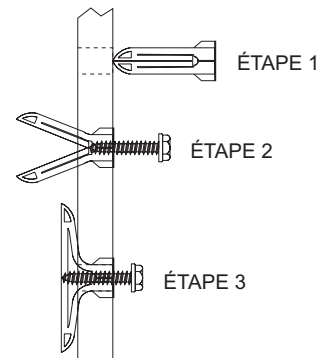

Figure 2
3. Après avoir localiser les trous de montage, percer (2) trous de 5/16" (7.8mm) de diamètre dans le mur. Insérer les (2) ancrages d'expansion en plastique dans les trous. Insérer les (2) vis 10 x 1 1/2" (38mm) dans les ancrages d'expansion en plastique. Les vis sont fournies dans l'ensemble de la soufflerie. Ne vissez pas complètement les vis dans les ancrages d'expansion en plastique, laisser un espace de 7/16" (11mm) entre la tête de la vis et l'ancrage d'expansion en plastique. Référez-vous à la Figure 2.
4. À la partie supérieure de la paroi extérieure, enlevez la (1) vis du trou du milieu qui attachent la paroi extérieure avec le collecteur. Aussi enlevez les (2) vis qui attachent la partie inférieure de la paroi extérieure à la paroi intérieure.
6. Enlever (4) vis 8 x 3/8" qui attachent l'avant de la soufflerie au châssis de la soufflerie.
7. Après avoir localiser les trous de montage, percer (2) trous de 5/16" de diamètre dans le mur. Insérer les (2) ancrages d'expansion en plastique dans les trous. Insérer les (2) vis 10 x 1 1/2" dans les ancrages d'expansion en plastique. Les vis sont fournies dans l'ensemble de la soufflerie. Ne vissez pas complètement les vis dans les ancrages d'expansion en plastique, laisser un espace de 7/16" entre la tête de la vis et l'ancrage d'expansion en plastique. Référez-vous à la Figure 2.
9. Enlever les (4) vis 8 x 3/8" qui attachent l'avant de la soufflerie au châssis de la soufflerie.